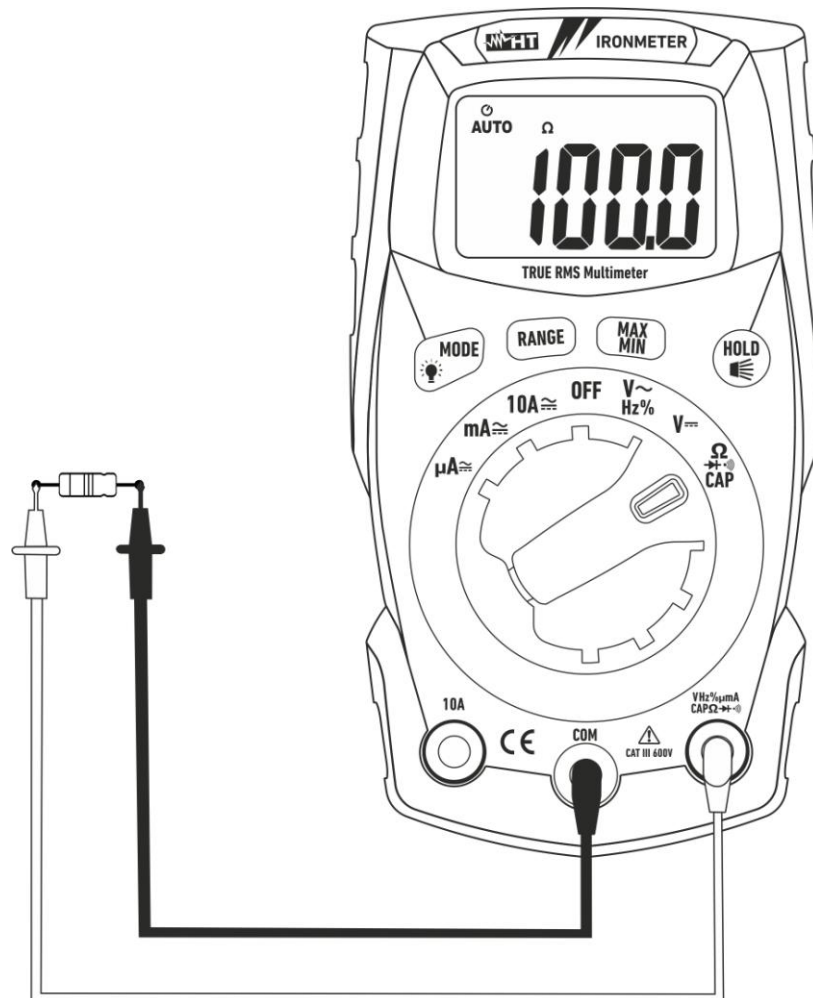

Fig. 5: Uso do instrumento para a medição de Resistências e Teste de Continuidade
3. Colocar as ponteiros nos pontos pretendidos do circuito em exame (ver Fig. 5). O valor da resistência é apresentado no display